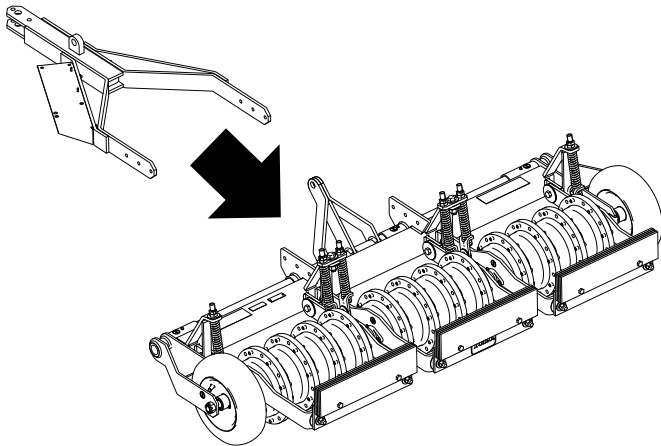

図 4
2. 図 4 のようにトンガアセンブリをエアレータに整列させる。